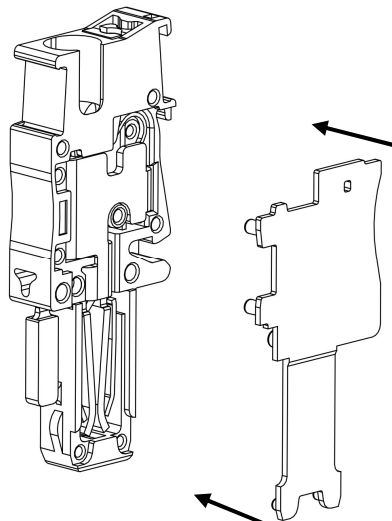
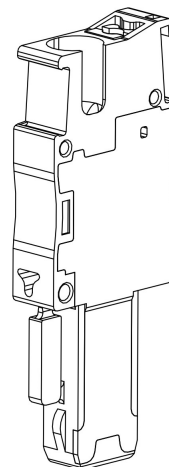

Рисунок 13 – установка концевой крышки
Рисунок 14 – установленная концевая крышка
- Обязательно установите на штекер концевую крышку (рис. 13; рис. 14) для предотвращения касаний к токоведущим частям.